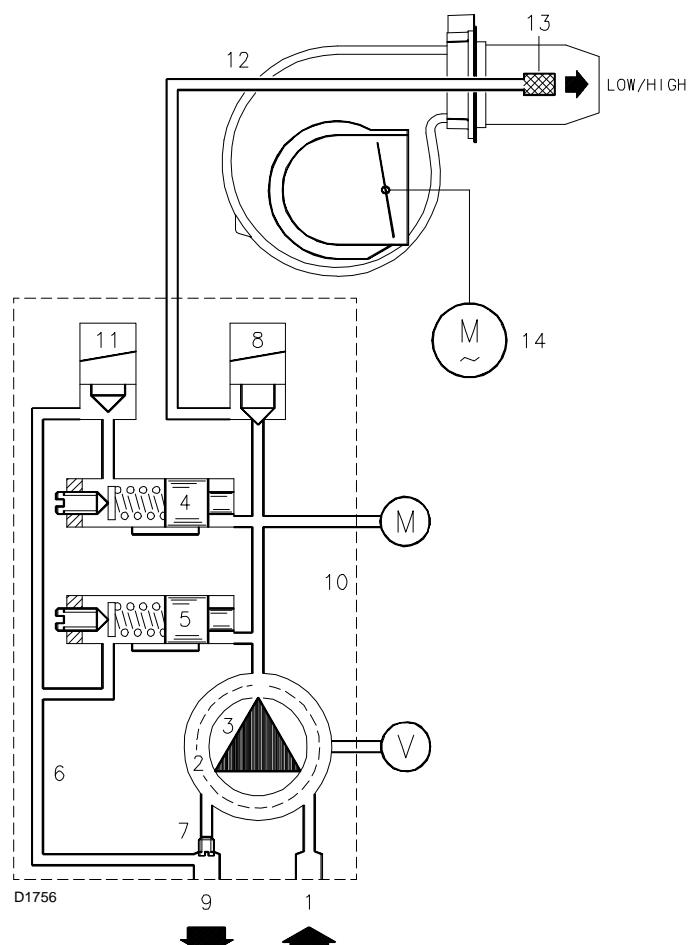

Fig. 25
- Cuando la temperatura o la presión aumenta hasta la apertura del TR, la electroválvula 11) (Fig. 25) se abre y el quemador pasa de la 2^a a la 1^a llama de funcionamiento.